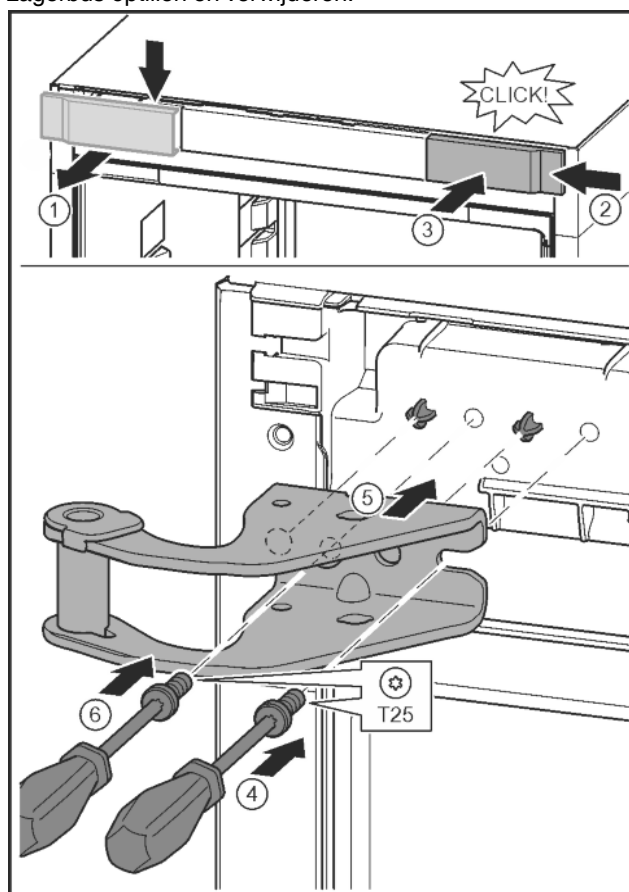

Fig. 14
- ▶ Afdekking losmaken en zijdelings verwijderen. Fig. 14 (1)
- ▶ Afdekking 180° gedraaid op de andere kant van rechts aanbrengen. Fig. 14 (2)
- ▶ Afdekking vastklikken. Fig. 14 (3)
- ▶ Schroef met schroevendraaier T25 aandraaien. Fig. 14 (4)
- ▶ Bovenste lagerbus plaatsen. Fig. 14 (5)
- ▶ Schroef vastdraaien. Fig. 14 (4)
- ▶ Schroef met schroevendraaier T25 aanbrengen en vastdraaien. Fig. 14 (6)